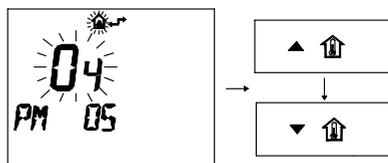

Figura 8.13
- Modificare il SET programmato agendo sui pulsanti o ed aspettare che il numero programmato cominci a lampeggiare (Figura 8.13)
- Modificare il SET programmato agendo sui pulsanti ▲ o ▼ ed aspettare che il numero programmato cominci a lampeggiare (Figura 8.13)